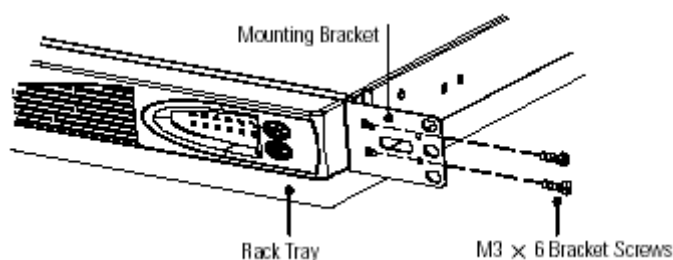

Рисунок 7. Лоток и крепежный кронштейн для 23" стойки
2. С каждой стороны ИБП прикрепите короткую сторону кронштейна к ИБП с помощью двух винтов M3x6, поставляемых в комплекте (см. рис. 7).